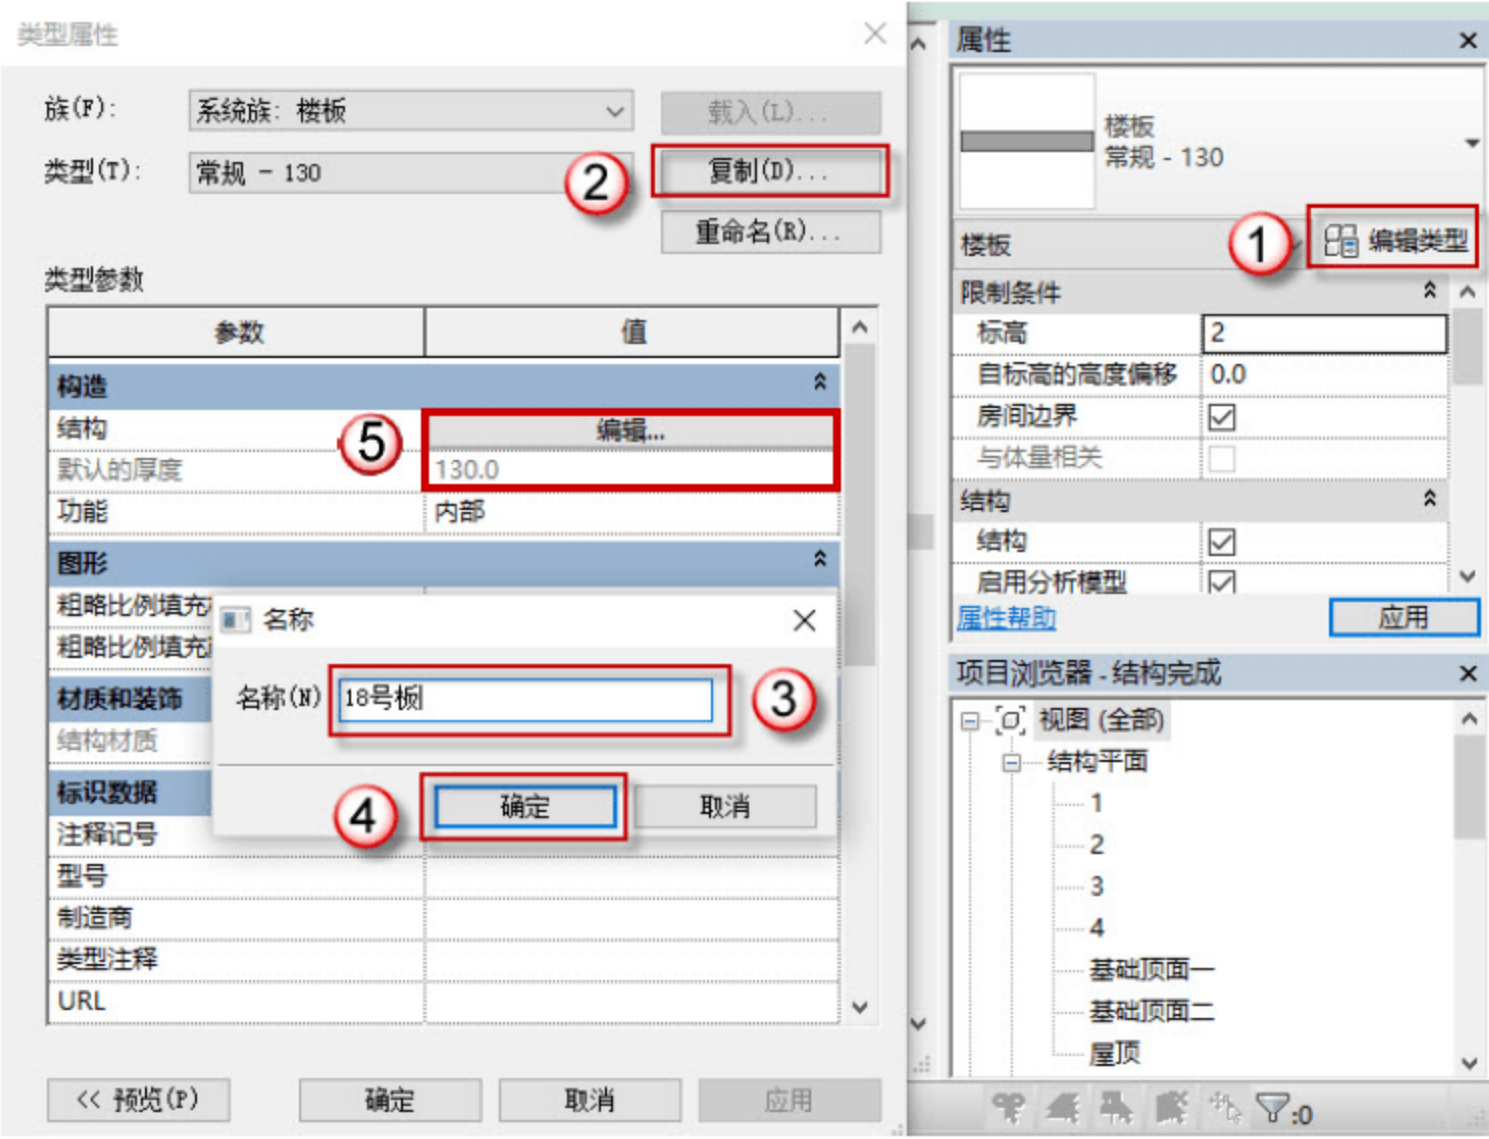

图 4.3.37 设置 18 号板参数
(12) 设置 18 号板参数，按快捷键 S+B，进入编辑模式，单击“编辑类型”按钮，在弹出的对话框中单击“复制”按钮，再在弹出的对话框中命名板号，单击“确定”按钮。单击“编辑”按钮设置参数，将板厚设置为 130，如图 4.3.37 所示。
(13) 绘制 18 号板，单击“矩形”按钮，绘制 18 号板，调整跨方向，将偏移量设置